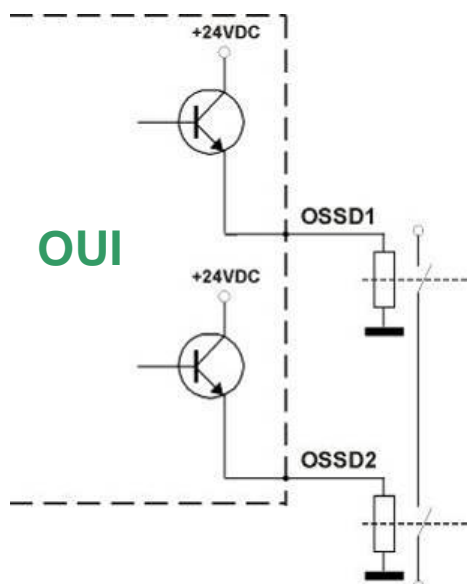

Fig. 14
-  Les contacts de sécurité OSSD1 et OSSD2 ne peuvent pas être connectés en série ou en parallèle, mais plutôt ils doivent être utilisés séparément (voir Fig. 14). Au cas où l'une de ces configurations serait utilisée erroneusement, la barrière signalisera l'irrégularité de fonctionnement des sorties (voir chapitre 7 « Fonctions de diagnostic »).